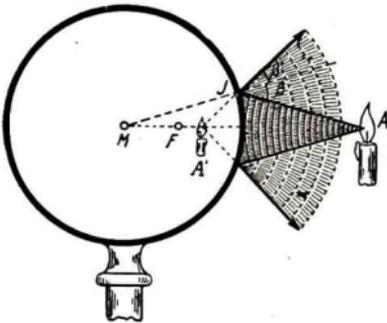

Abb. 233. Bild der Kerze A
1. Beim erhabenen Spiegel spiegelt die Außenseite der Kugelschale. Denk an die Gartenkugeln, die man da und dort an Stäben zur Zier in Gärten aufstellt (Abb. 233)!
b) **Zeichne** von A aus (Abb. 233) zwei Strahlen AJ gegen die Kugel, ziehe die Lote MJ und mache $\sphericalangle \beta = \sphericalangle \beta'$ (Reflexionsgesetz). [Ergebnis: Die reflek-